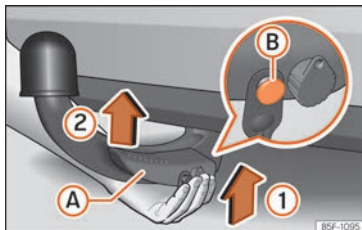

Fig. 266 Posizionamento del gancio di traino. Passaggio 1
- Sostenere il gancio di traino **dal basso** e incastrarlo nell'alloggiamento seguendo il senso della freccia » » fig. 266 (1) fino allo scatto » » ⚠.
La leva » » fig. 266 (A) gira **automaticamente** nel senso della freccia (2) verso l'alto e il perno di sblocco (B) fuoriesce (la parte rossa e verde è visibile) » » ⚠.
- Quando si fissa il gancio di traino, per evitare di schiacciarsi le dita, si consiglia di tenere le mani lontane dalla leva » » fig. 266 (A).